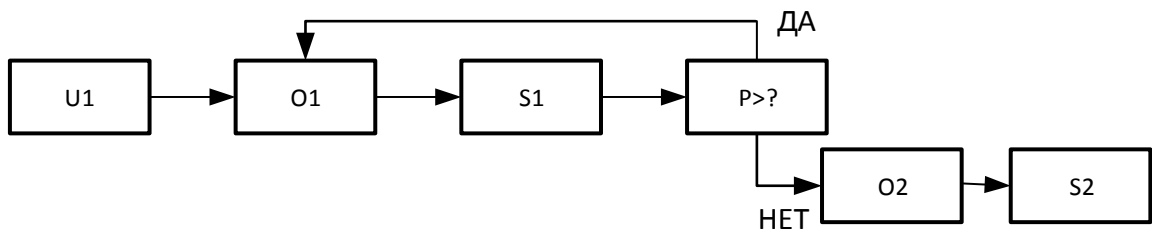

Рис. 8. Вариант 8 (Функциональная схема СМО)
8. СМО состоит из источника заявок U_1 , очереди конечной длины O_1 и сервера S_1 . Обслуженные заявки с вероятностью $1-p$ поступают для повторной обработки в очередь O_1 , и с вероятностью p поступают в очередь O_2 , откуда поступают на сервер обслуживания S_2 (рис. 8).